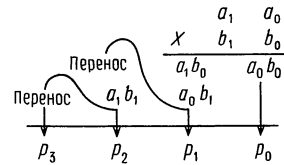

Рис. 8.100.
(14) В упражнении 8.14 вы построили схему умножения 2×2 , используя карты Карно для каждого выходного бита. А теперь решите ту же задачу, используя операции сдвига и сложения. Для начала запишите произведение тем способом, который известен вам из начальной школы. Этот процесс имеет простую повторяющуюся схему (рис. 8.100) и требует для реализации несколько 2-входовых вентилей (какого типа?), которые будут вырабатывать промежуточные члены (a_0b_0 и т. п.), и 1-разрядных полусум-